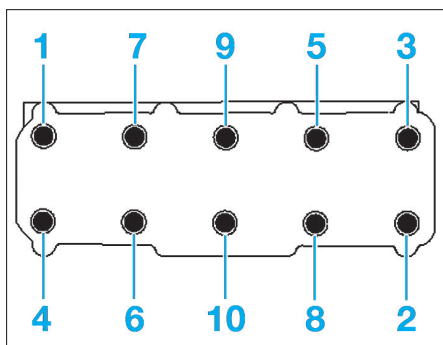

Fig. 71
- Respecter l'ordre de desserrage des vis de la culasse (Fig.71).